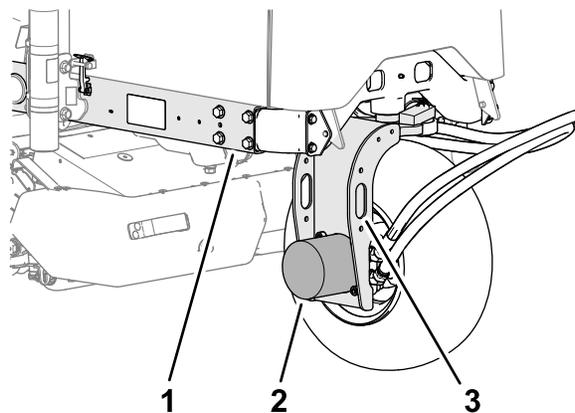

Figure 55
2. Fixez le palan au point d'attache de la fourche de la roue arrière (Figure 55).